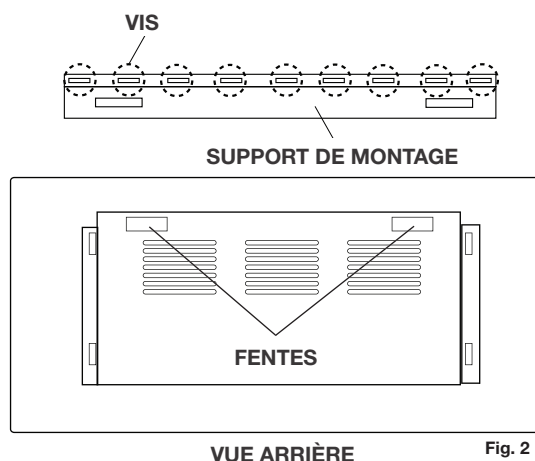

Fig. 2
- Marquez l'emplacement, puis montez le support sur le mur en utilisant vis (fournies) (**Fig. 2**). Le support DOIT avoir les fentes vers le haut et être à niveau.